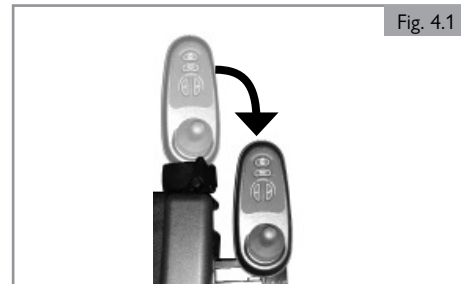

Fig. 4.1
1. Lorsque le boîtier de commande escamotable est en position parallèle, roulez à une vitesse lente et manœuvrable. (Fig. 4.1)